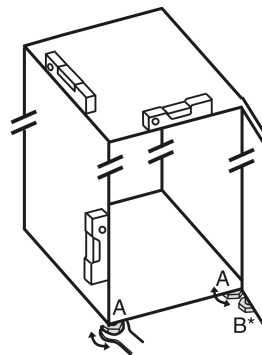

Fig. 25
- Svitare i piedini regolabili Fig. 25 (A) con la chiave a forchetta contenuta nella fornitura e con l'aiuto di una bilancia idrostatica, finché l'apparecchio non si trova in posizione stabile e piana.
- Con la chiave a forchetta in dotazione, svitare il piedino regolabile Fig. 25 (B) sul cuscinetto di supporto inferiore, fino a farlo appoggiare sul pavimento.
- Ruotare ulteriormente il piedino regolabile Fig. 25 (B) di 90°.